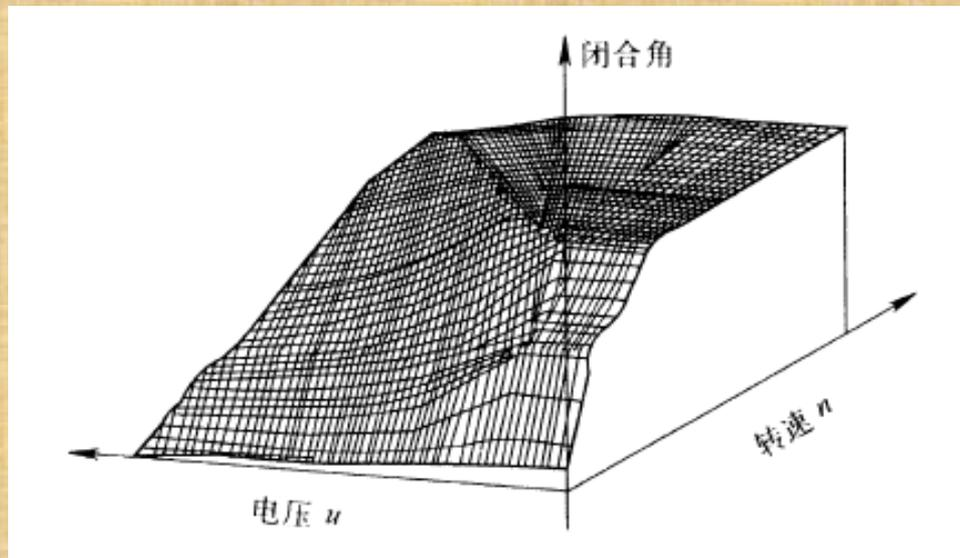

图14-15 闭合角（通电时间）控制模型
(1) 通电时间控制的必要性 当点火线圈的初级电路被接通后，其初级电流按指数规律增长，通电时间长短决定初级电流的大小。
(2) 通电时间的控制 在现代电控点火系统中，通过凸轮轴 / 曲轴位置传感器把发动机工作信号输入给ECU，ECU根据存储在内部的闭合角（通电时间）控制模型，如图14-15所示。